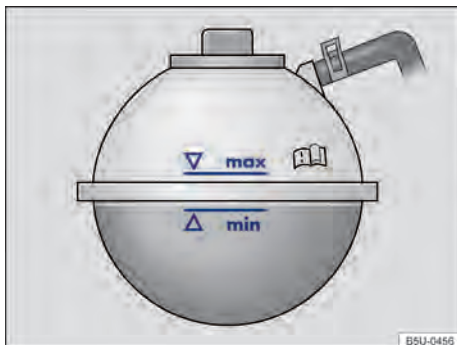

Fig. 172 No compartimento do motor: marcação no reservatório de expansão do líquido de arrefecimento do motor.
- Com o motor frio, verificar o nível do líquido de arrefecimento do motor pela marcação lateral do reservatório → Fig. 172.
- O nível do líquido de arrefecimento do motor deve permanecer dentro da marcação do reservatório → Fig. 172. **Não completar acima da marca “max”** → .
- Completar com líquido de arrefecimento do motor somente até a marca "max" → Fig. 172. Caso contrário, ao aquecer-se, o líquido excedente será expulso do sistema de arrefecimento do motor e poderá causar danos.